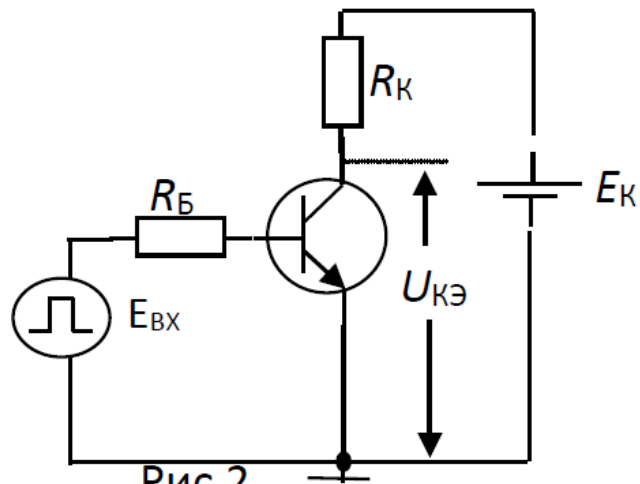

Рис.2
2. В схеме рис.2 $E_K=10\text{ В}$; $R_K=10\text{ Ом}$; $R_B=200\text{ Ом}$; $\beta=50$, $E_{BX}=2\text{ В}$.